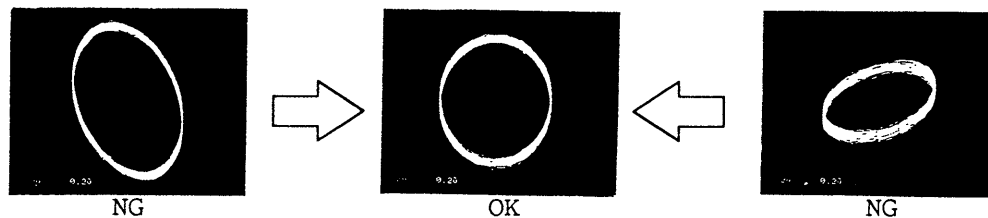

図6-7-1
規格値	図6-7-1参照
- (1) MUSE基準ディスクを再生する。
- (2) フレーム# 4000をサーチする。
- (3) オシロスコープのリサーチ波形図6-7-1のようになる様、RV101を調整する。
- (3) オシロスコープのリサーチ波形図6-7-1のようになる様、RV106を調整する。